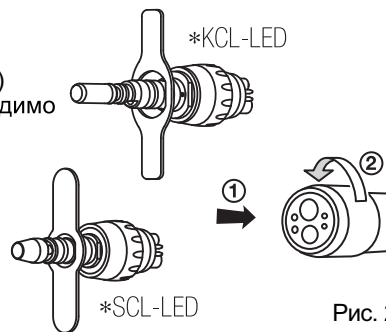

Рис. 2
- * Завинтите кольцо на шланге (KCL-LED, SCL-LED) (Рис. 2)